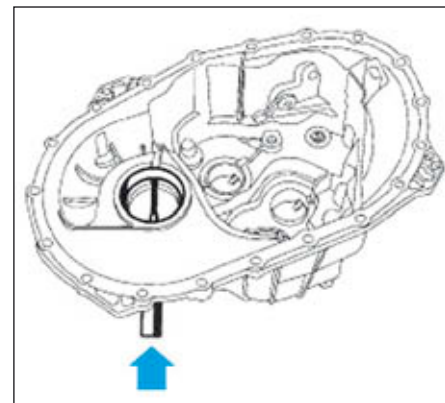

FIG.46
- Déposer la cuvette du roulement de différentiel à l'aide d'un chasse goupille (Fig.46).